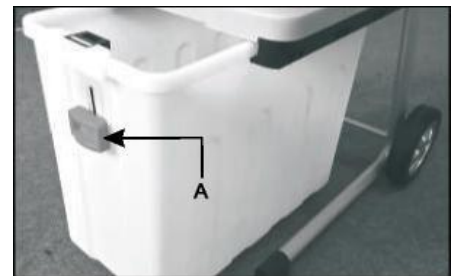

Fig.4
4.3.3- Bac de récupération (Fig.4)